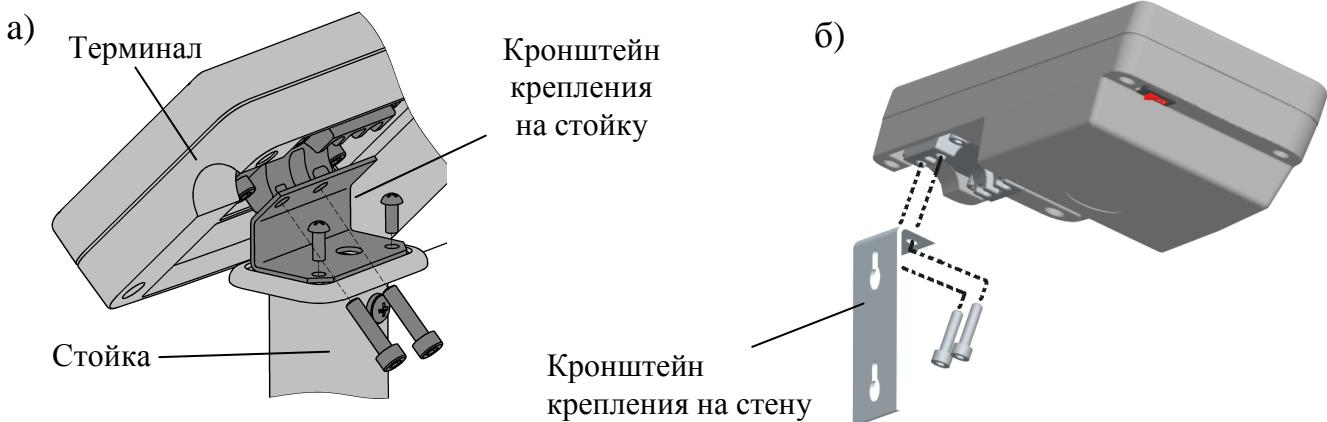

Рис. 4.1 - Установка терминала А.В/4Д на стойке (а), на стене (б)
4.1.2.2 Установить терминал в удобное для работы оператора положение. Терминалы могут устанавливаться на стойке, столе или стене (варианты крепления терминала А/4Д (А.В/4Д) приведены на Рис. 4.1).
4.2.1.1 Установить терминал в удобное для работы оператора положение. Терминалы могут устанавливаться на стойке, столе или стене (варианты крепления терминала A/4D (A.W/4D) приведены на Рис. 4.1).